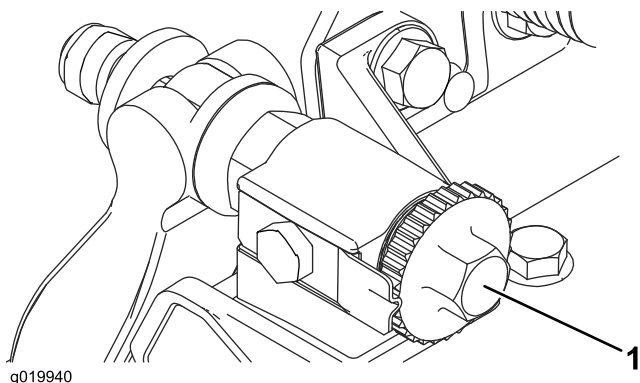

図 16
1. カッティングユニットを平らな水平の作業台の上に置く。ベッドバー調整ねじを左に回してベッドナイフとリールの接触をなくす図 16。